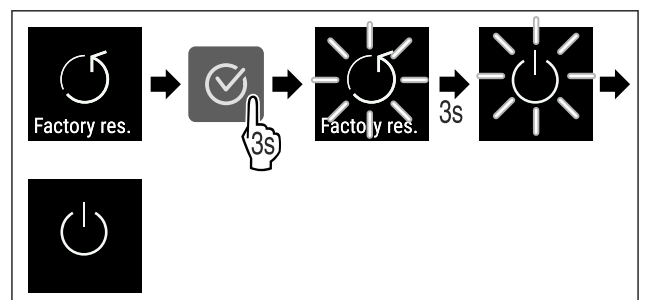

Fig. 113
- ▶ Obavite korake postupka (pogledajte Fig. 113) .